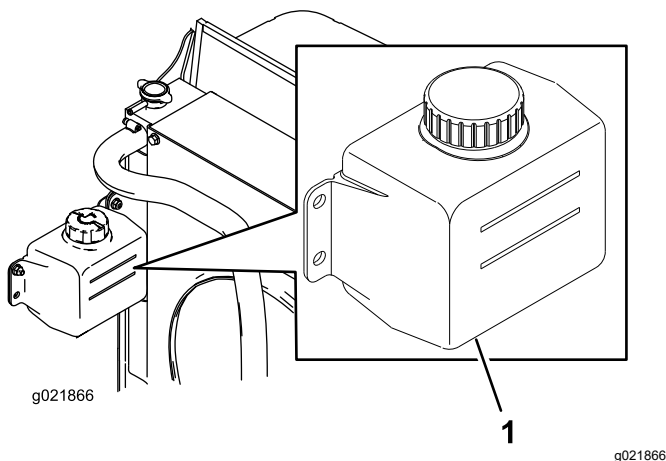

Bild 63
1. Prüfen Sie den Kühlmittelstand im Ausdehnungsgefäß (**Bild 63**).